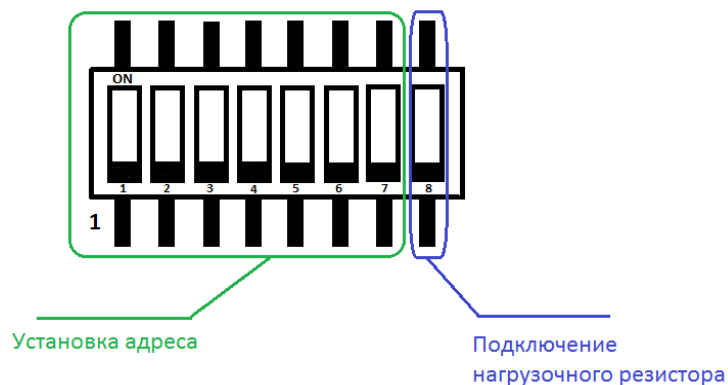

Рисунок 4 – Маркировка DIP – переключателя задания адресов УС.
Для установки адресов УС используются семь позиций DIP – переключателя, установленного на печатной плате УС (Рисунок 4).
2.3.3 Подключить **нагрузочный резистор на физическом окончании линии связи (конечном УС)** при помощи DIP – переключателя для корректной работы УС по интерфейсу RS-485 (Рисунок 4).
Младший разряд, на DIP – переключателе, маркируется цифрой «1» на печатной плате УС, а положение ползунков DIP – переключателя определяется надписью на его корпусе «ON» - лог. 1 (Рисунок 4).